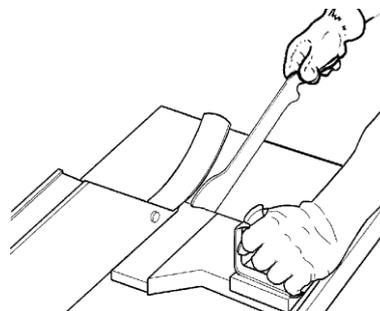

Figure 16
- **Utilisez les pousseurs en même temps**pour éviter le risque de blessure(Fig.16).